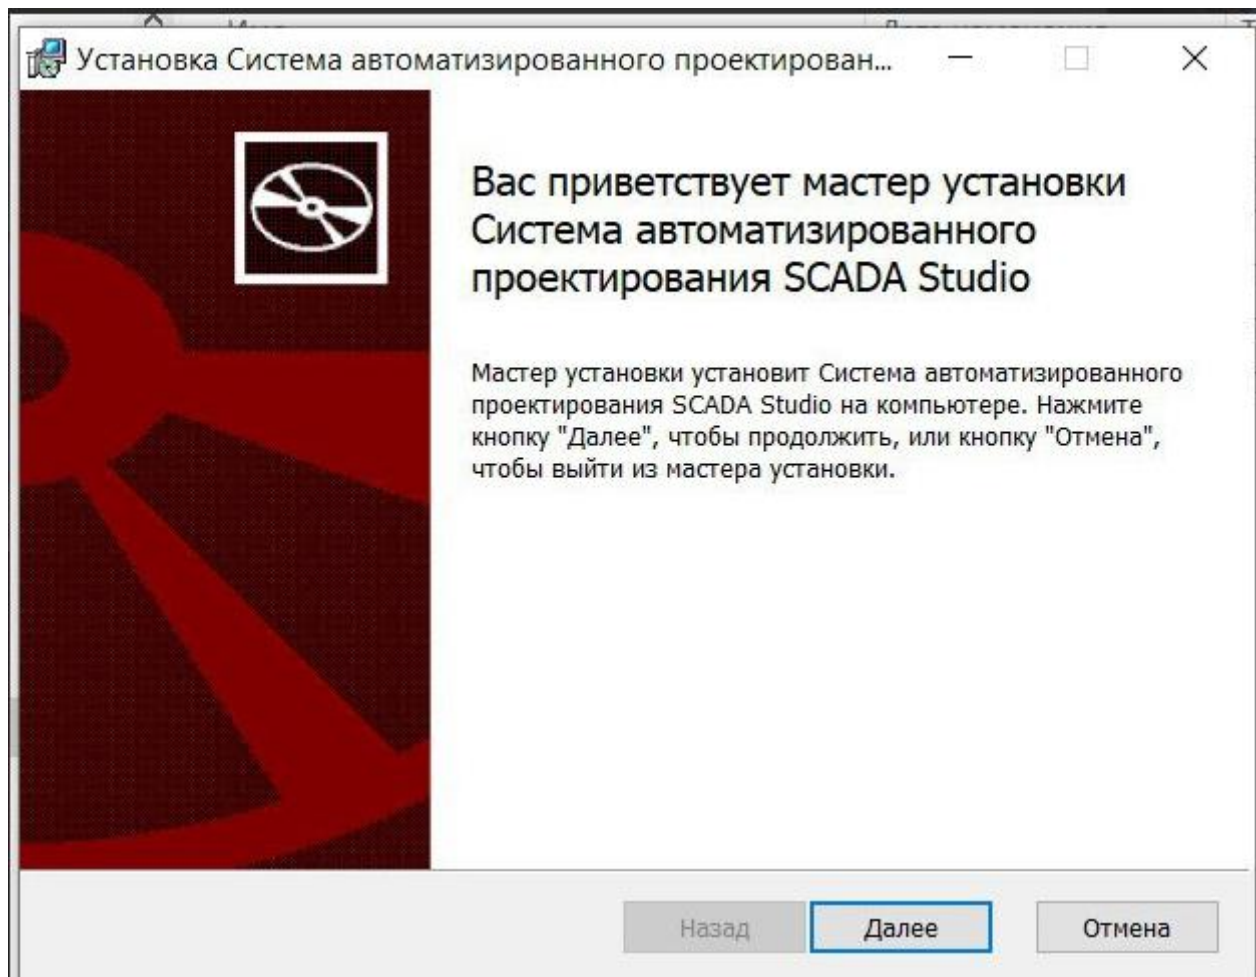

Рисунок 2 – Мастер установки: приветствие
2. В окне мастера установки нажать кнопку «Далее» (Рисунок 2).